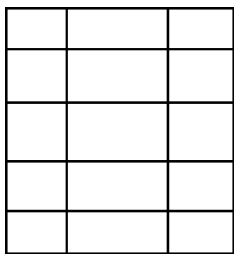

图 15-16 偏移直线
(2) 单击“默认”选项卡“修改”面板中的“分解”按钮, 将绘制的矩形分解为直线。
(3) 单击“默认”选项卡“修改”面板中的“偏移”按钮, 将直线 1 依次向下偏移, 偏移后相邻直线间的距离分别为 12、17、17 和 17; 重复“偏移”命令, 将直线 2 依次向右偏移 17 和 48, 如图 15-16 所示。